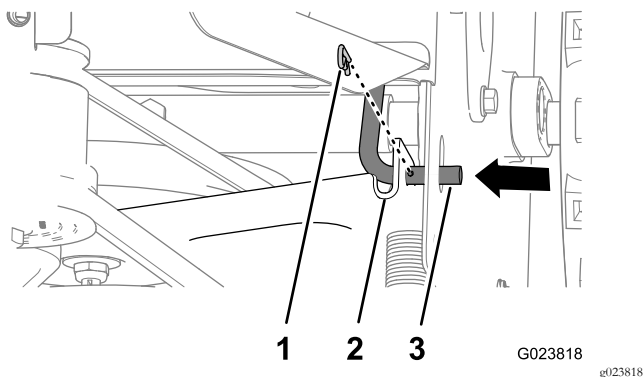

**Figura 42**
4. Ruotate la staffa di comando della trazione e la puleggia di trazione in avanti (Figura 42).
7. Fate scorrere via la cinghia dalla scanalatura posteriore della puleggia del motore e rimuovete la cinghia dalla macchina (Figura 42).
2. Allineate la cinghia nella scanalatura nella parte inferiore della puleggia di trazione (Figura 42).
3. Tirate la puleggia di tensione verso l'esterno (Figura 42).
4. Allineate la cinghia nella scanalatura posteriore della puleggia del motore (Figura 42).